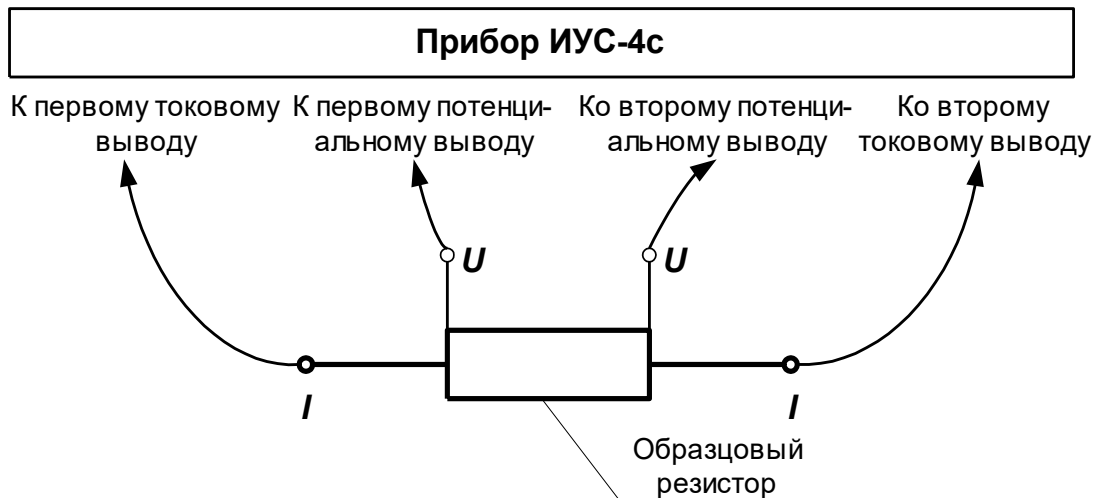

Рис. 5
1. Подключить к токовым и потенциальным выводам прибора шунт 75А по четырехточечной схеме (рис. 5).
Основную погрешность определяют методом прямого измерения сопротивления образцовых катушек поверяемым прибором ИУС-4с, которые подключаются к прибору по схеме на рис. 5.